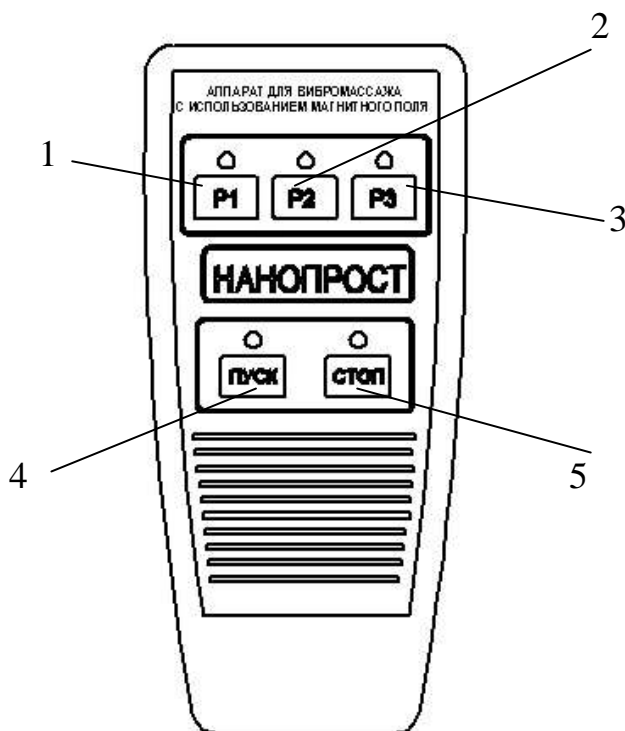

Рисунок 3. Блок управления
1.9.5 На клавиатуре блока управления (см. рисунок 3) расположены кнопка ПУСК включения непрерывной вибрации, кнопки Р1, Р2, Р3 включения режимов прерывистой вибрации, а также кнопка СТОП выключения вибрации. Питание блока управления осуществляется от элементов питания типа АА.